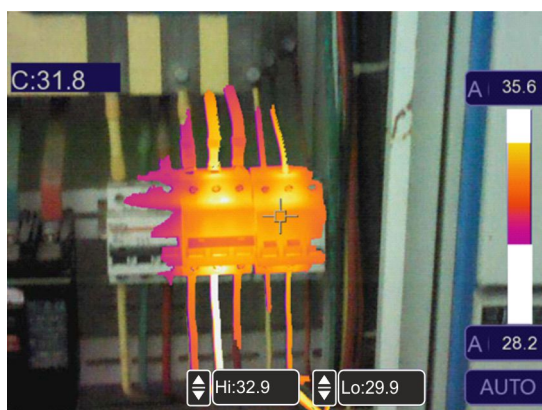

Fig. 43: Sélection de la zone visible
11. Touchez les champs « Hi » et « Lo » en bas de l'écran et utilisez les touches fléchées ▲ ou ▼ pour définir la valeur seuil de température **maximale** et **minimale**. L'instrument montre sous forme d'image radiométrique IR les points dont la température est comprise entre les seuils « Lo » et « Hi » et sous forme d'image visible les points dont la température est en dehors de cette plage (voir Fig. 43)